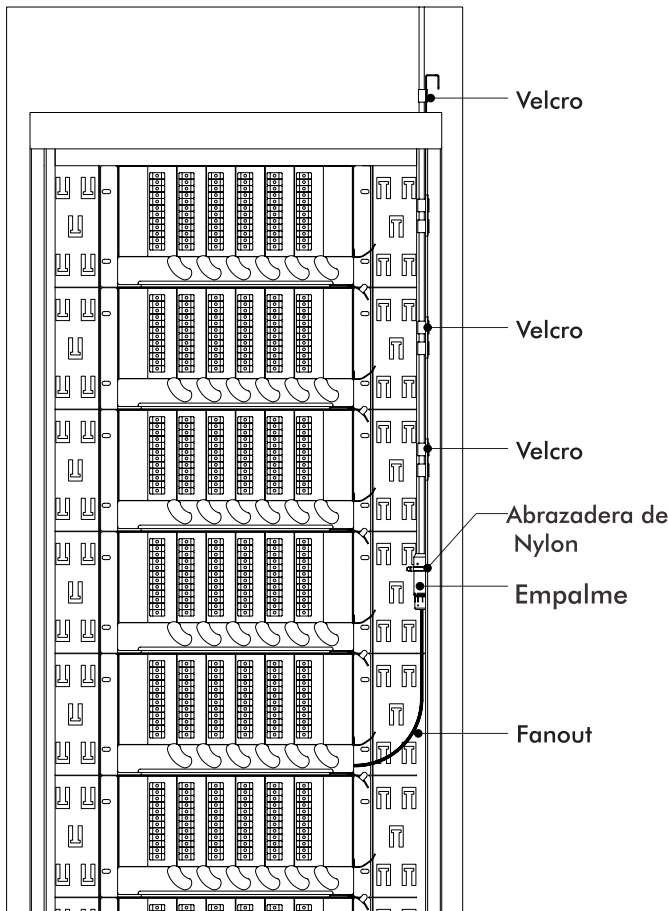

Figura 8
2. Guíe los cables Trunks – Fanouts hasta cerca de los Sub-Racks utilizando el soporte guía de cables lateral del Rack FTH-600. Utilice el Velcro doble cara para la fijación durante la ruta y las abrazaderas de Nylon de 150 mm en la fijación del empalme. Como se muestra en la Figura 8.